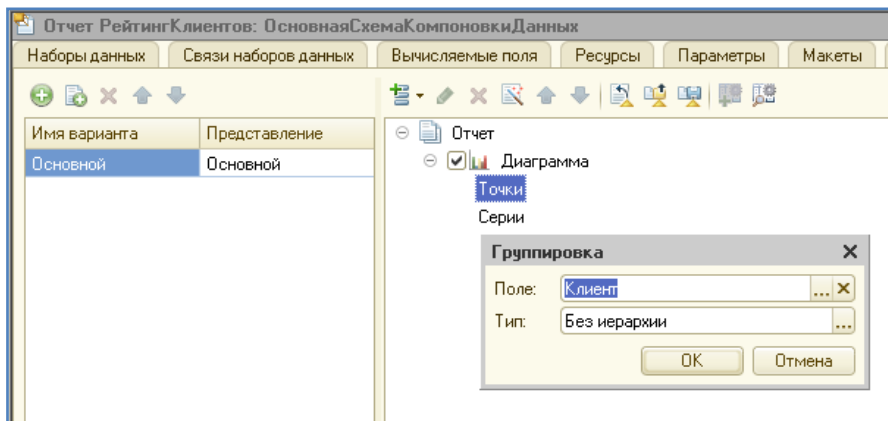

Рис. 65. Конструктор отчета
7. Закладка Настройки. Добавим в структуру отчета диаграмму. Затем выделим ветку «Точки» и добавим в нее группировку по полю Клиент (рис. 65). Серии диаграммы оставить без изменений.